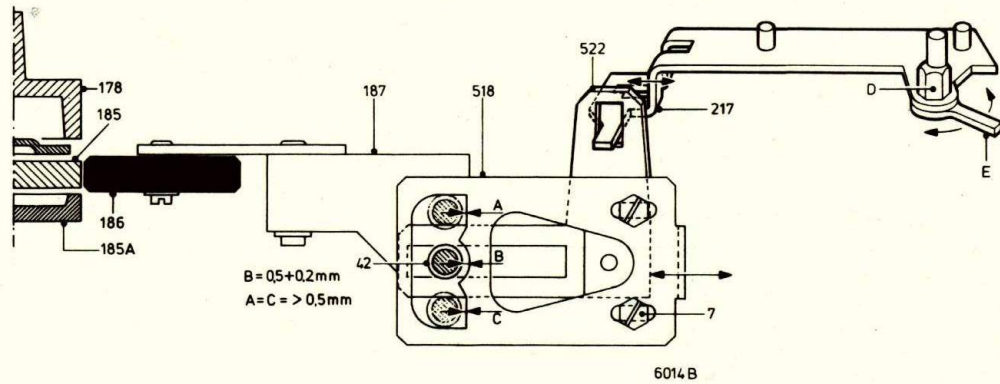

Fig. 42
**g. Tussenwiel pos. 186 (zie fig. 42)**
- Het tussenwiel pos. 186 moet in de middelste positie (positie "stop" en "weergave") met het gehele loopvlak de opspoelfrictieschijf pos. 185 aanraken. Het tussenwiel mag in deze stand in geen geval schijf pos. 185A aanraken. Dit instellen door beugel pos. 217 te verbuigen.
- In de positie "rewind" moet het tussenwiel volledig met de onderste spoelschotel pos. 178 in aanraking zijn. Dit kan ingesteld worden door excenter D met lip E te verdraaien.
- De afstand B tussen bus pos. 42 en beugel pos. 518 moet  $0,5 \pm 0,2$  mm bedragen. In de positie "wind" en "rewind" moet de afstand A en C minstens 0,5 mm bedragen. Dit instellen door beugel pos. 518 via de slobgaten te verschuiven. (Eerst de schroeven pos. 7 losdraaien).